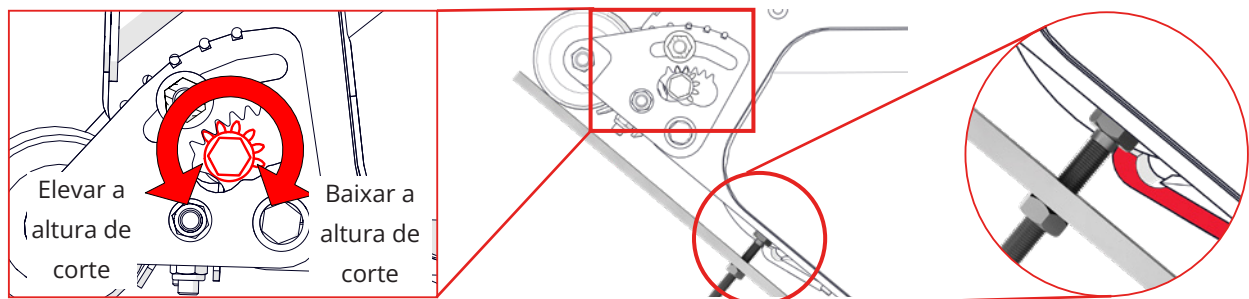

Fig. 8F – Rode a engrenagem dentada enquanto posiciona a barra de ajuste. Pare quando a cabeça estiver ao nível/em contacto com a lâmina de estilhamento
- Rode a engrenagem dentada para elevar ou baixar o rolo dianteiro. Ao mesmo tempo que realiza este procedimento, posicione a barra de ajuste novamente entre o rolo dianteiro e o rolo traseiro. Pare de ajustar quando a cabeça estiver em contacto com o rebordo da lâmina de estilhamento (Fig. 8F). Aperte ligeiramente a porca de fixação superior.